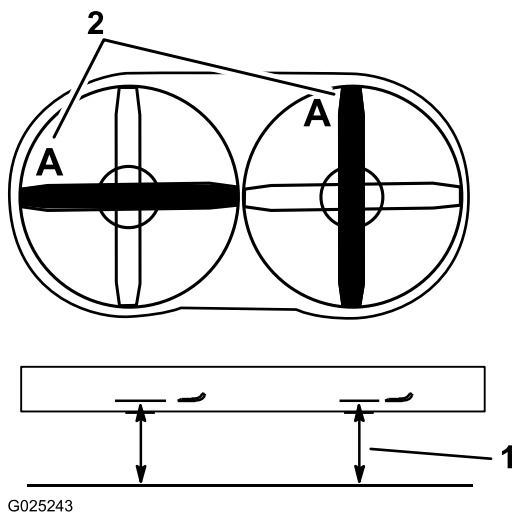

Figura 65
3. Gire una cuchilla, según se muestra en Figura 65.
4. Mida desde una superficie nivelada hasta el filo de corte, con la cuchilla en la posición **A** (Figura 65). Anote esta dimensión.